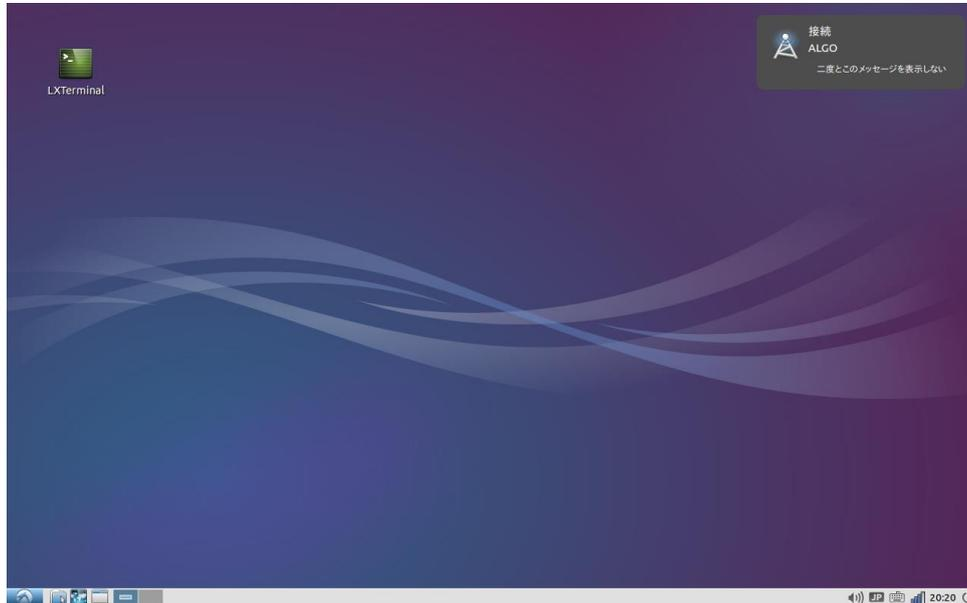

図 2-5-3. 接続成功
- ③接続に成功すると、図 2-5-3 のように、デスクトップ右下のネットワークアイコンが  から  に変換し、画面右上に接続成功の表示が現れます。(通信状況によってネットワークアイコンは変化します。)